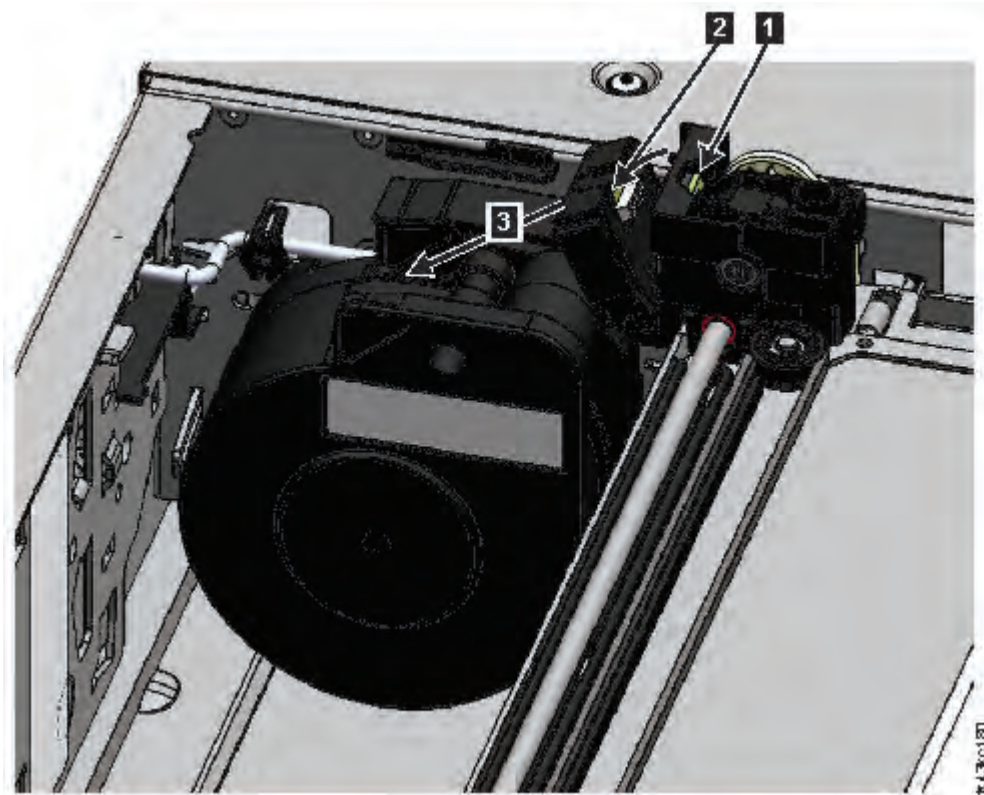

Figura 83. Sbloccare il cavo di spooling e posizionarlo nella sua culla
7. Nella parte superiore dell'accessor a cui è collegato il cavo di spooling, premere verso il basso sul fermo (1 in Figura 83 a pagina 179), quindi inclinare il pezzo che contiene il cavo di spooling (2).
8. Sollevare il cavo di spooling dall'accessor e posizionarlo nella sua culla nella parte superiore del meccanismo di spooling (3 in Figura 83 a pagina 179).